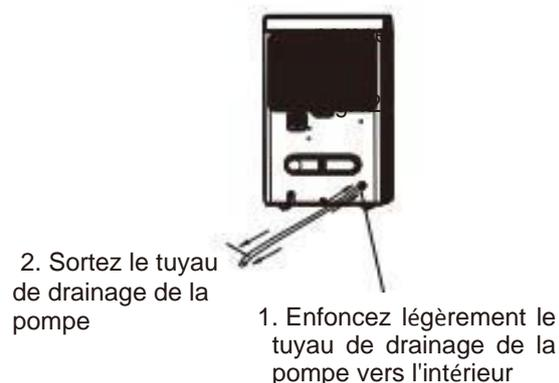

Fig.13
- Pour cela, enfoncez légèrement le tuyau de drainage de la pompe vers l'intérieur puis sortez-le de l'orifice de sortie. (Fig. 13). Veillez à ce que l'eau qui sort du tuyau ne mouille pas le sol.